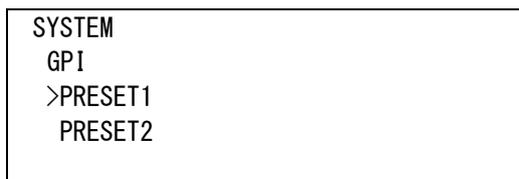

図4-102 オンスクリーンメニュー(GPI例)
- 1) SYSTEM メニューで「GPI[GPI]」を選択し、**ENTER** ボタンを押すと図 4-102 のような設定メニューが表示されます。